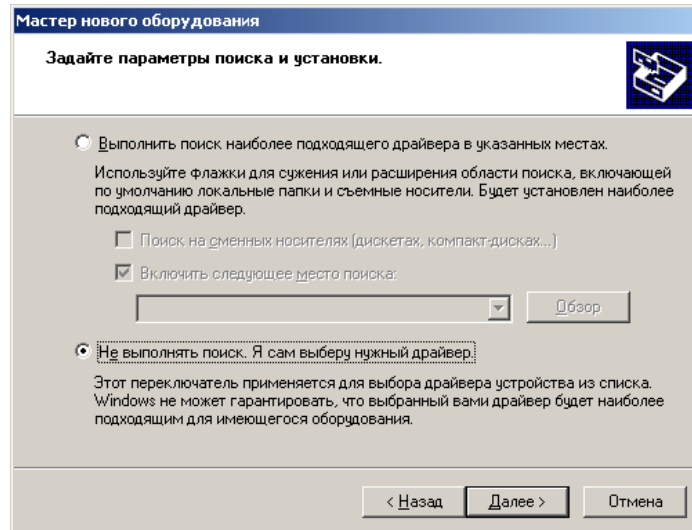

Рис.11. Установка драйвера оборудования.
- 4) Выбрать пункт "Установка из указанного места" и нажать кнопку "Далее", появится страница параметров поиска и установки драйверов (рис.11).